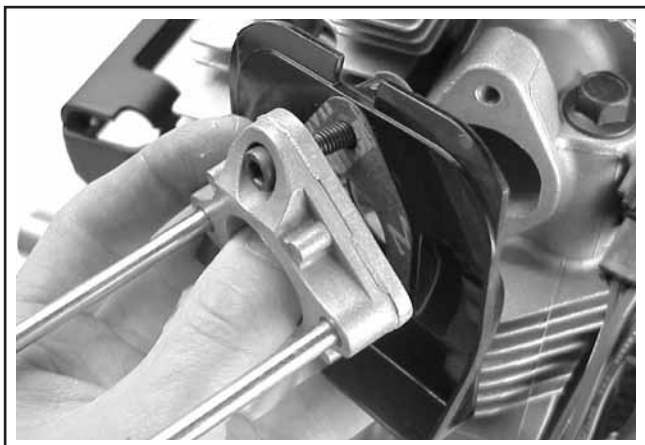

Figure 9-27. Retirer l'adaptateur du carburateur et le déflecteur thermique.
1. Retirer les deux vis à tête cylindrique à six pans creux en fixant l'adaptateur du carburateur, les joints et le déflecteur thermique à la culasse. Voir la figure 9-27.
2. Retirer l'adaptateur du carburateur, l'écran thermique et les joints du moteur. Voir la figure 9-27.